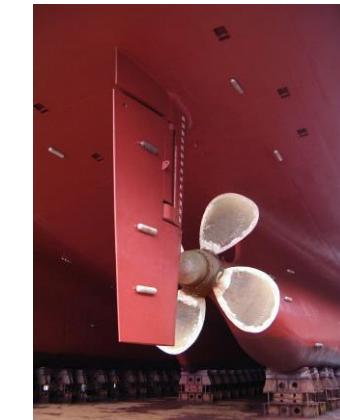

Figura 7. Timón semi-suspendido [7].
- **Semi-suspendido:** el soporte inferior se sitúa en la zona intermedia de la palanca (Figura 7). La industria naval moderna apuesta por los timones semi-suspendidos ya que aseguran buena maniobrabilidad y reducción de fallos por esfuerzos mecánicos.